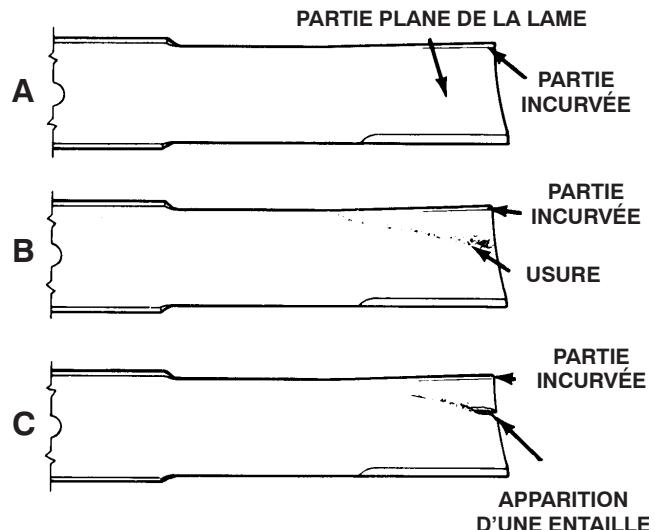

Figure 31
2. Examinez attentivement les tranchants de la lame, particulièrement au point de rencontre des parties plane et incurvée (Fig. 31-A). Le sable et les matières abrasives peuvent éroder le métal à cet endroit, c'est pourquoi il est important de contrôler l'état de la lame avant d'utiliser la tondeuse. Remplacez la lame si elle est usée (Fig. 31-B).